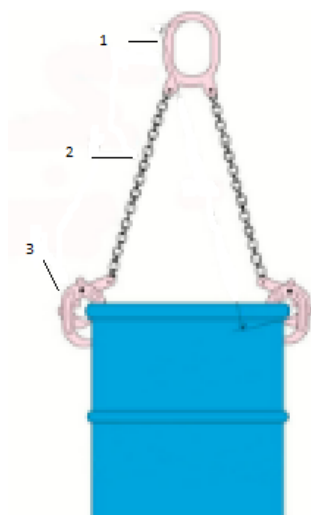

Рисунок 2. Устройство захвата.
Захват состоит из стального овального звена (1), двух цепных ветвей (2), двух рычажных захватов на концах цепных ветвей (3) Рисунок 2.